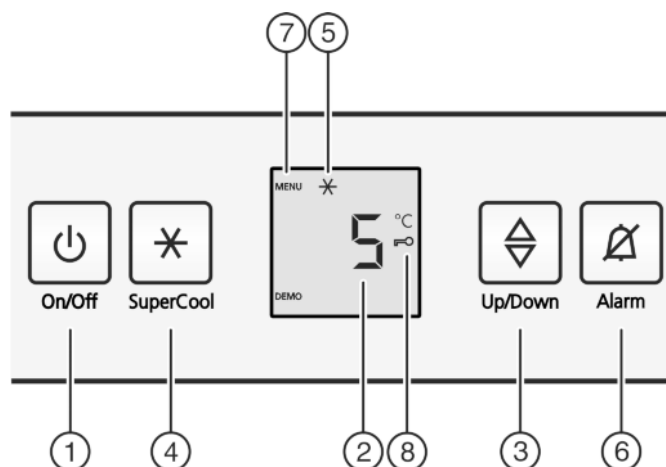

Fig. 2
- ▶ Нажать кнопку On/Off Fig. 2 (1).
- ▶ Нажмите кнопку «SuperCool» Fig. 2 (4) и удерживайте ее прим. 5 секунд.
- ▷ На индикаторе будет отображаться символ «Меню» Fig. 2 (7).
- ▶ Для подтверждения нажать и отпустить кнопку «SuperCool» Fig. 2 (4).
- ▷ На индикаторе горит символ «Защита от детей» Fig. 2 (8).
- ▶ Нажать и отпустить кнопку «On/Off» Fig. 2 (1).
- ▶ Нажмите кнопку Alarm Fig. 2 (6).
- ▶ Активация модуля регулировки температуры: нажмите кнопку настройки Fig. 2 (3).
- ▶ Температура изменяется с шагом в 1 °C: нажимайте кнопку настройки Fig. 2 (3) до тех пор, пока на индикаторе температуры не будет высвечиваться требуемая температура.
- ▶ Коротко нажмите кнопку SuperCool Fig. 2 (4).
- ▷ На индикации горит символ SuperCool Fig. 2 (5).
- ▷ Символ SuperCool Fig. 2 (5) на индикации гаснет.